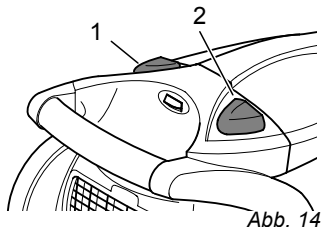

Abb. 14
1. Schalten Sie den Bodensaugsauger am Ein-/Aus-Schalter (Abb. 14/1) aus und ziehen Sie den Stecker aus der Steckdose.
3. Drücken Sie die Kabelaufrolltaste (Abb. 14/2), um das Stromkabel einzuziehen. Führen Sie es auf dem letzten Stück mit dem Stecker in der Hand.